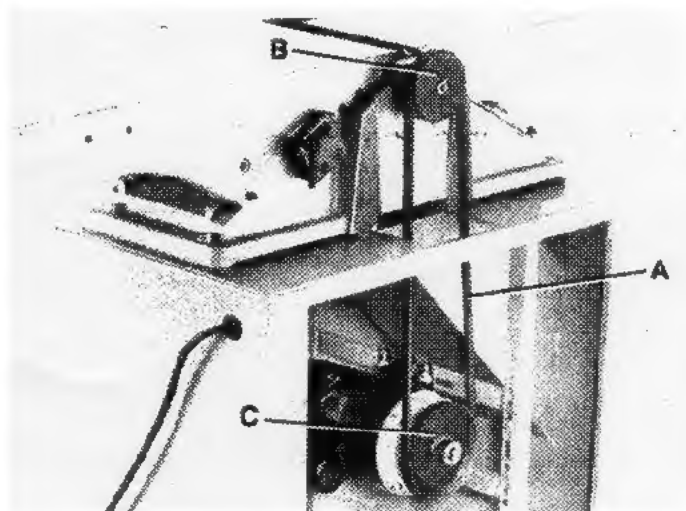

FIGURE 5
1. Placez la courroie (A) Fig. 5, autour de la poulie de la tête de coupe (B) et la poulie du moteur (C). Répétez pour la deuxième courroie (non-illustrée).